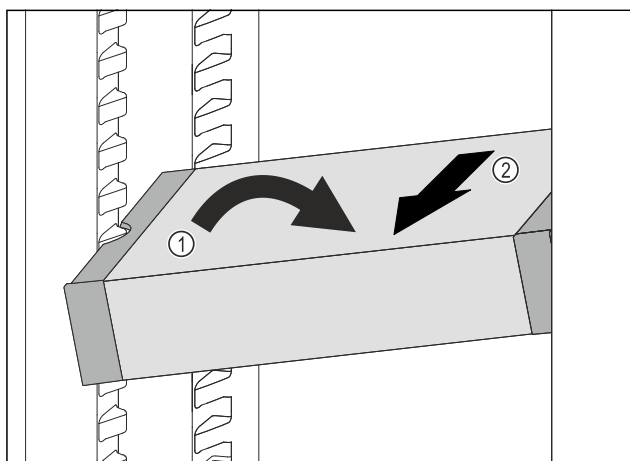

Fig. 106
- Ukosite ladicu VarioSafe u hladnjaku. *Fig. 106 (1)*
- Izvadite ladicu VarioSafe prema naprijed. *Fig. 106 (2)*